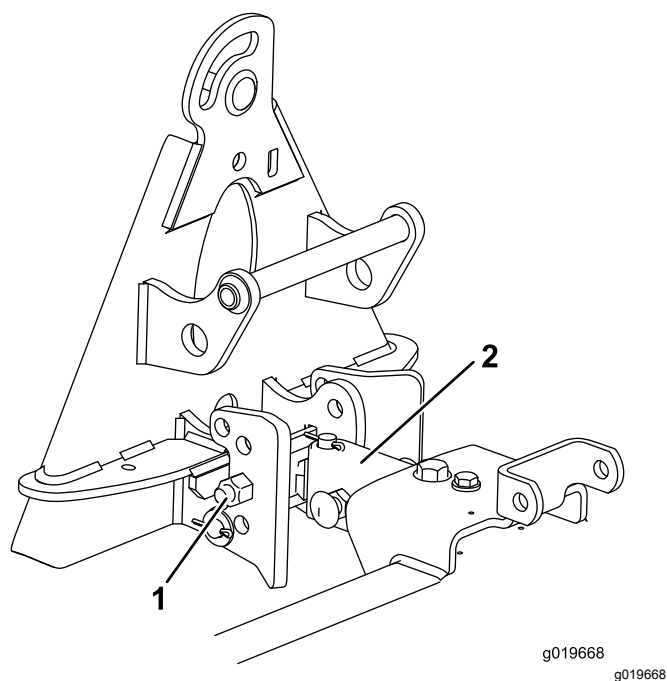

Figura 12
1. Monte el conjunto de enganche en los taladros inferiores del soporte (Figura 12).
2. Alinee la cara más larga del tubo de enganche hacia arriba y montada en la cara inferior de la barra de suspensión (Figura 12).